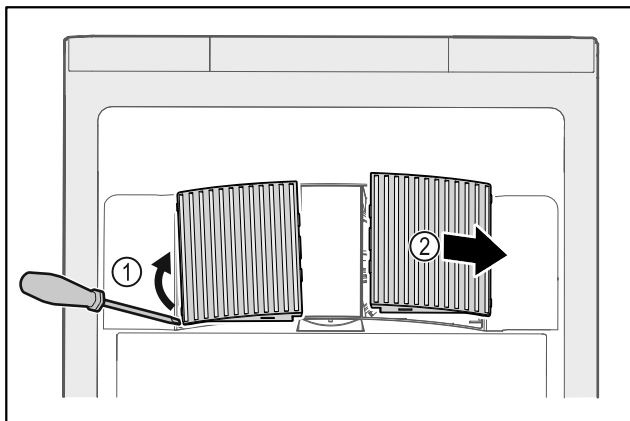

Fig. 145
- ▶ Внимателно повдигнете капаците на вентилаторите отстрани Fig. 145 (1) и ги свалете напред Fig. 145 (2).